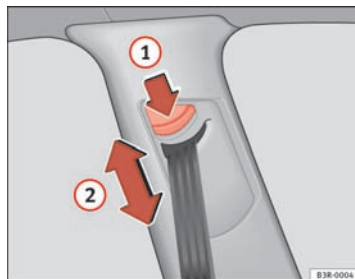

Fig. 16 Réglage en hauteur de la ceinture - levier de renvoi
- Pressez la touche ⇒ fig. 16 ① de réglage en hauteur de la ceinture.
- Déplacez le levier de renvoi vers le haut ou vers le bas, de manière que la sangle baudrier passe à peu près au milieu de l'épaule, **en aucun cas sur le cou** ⇒ fig. 16 ② ⇒ ⚠ sous « Ajustement de la ceinture », page 26.